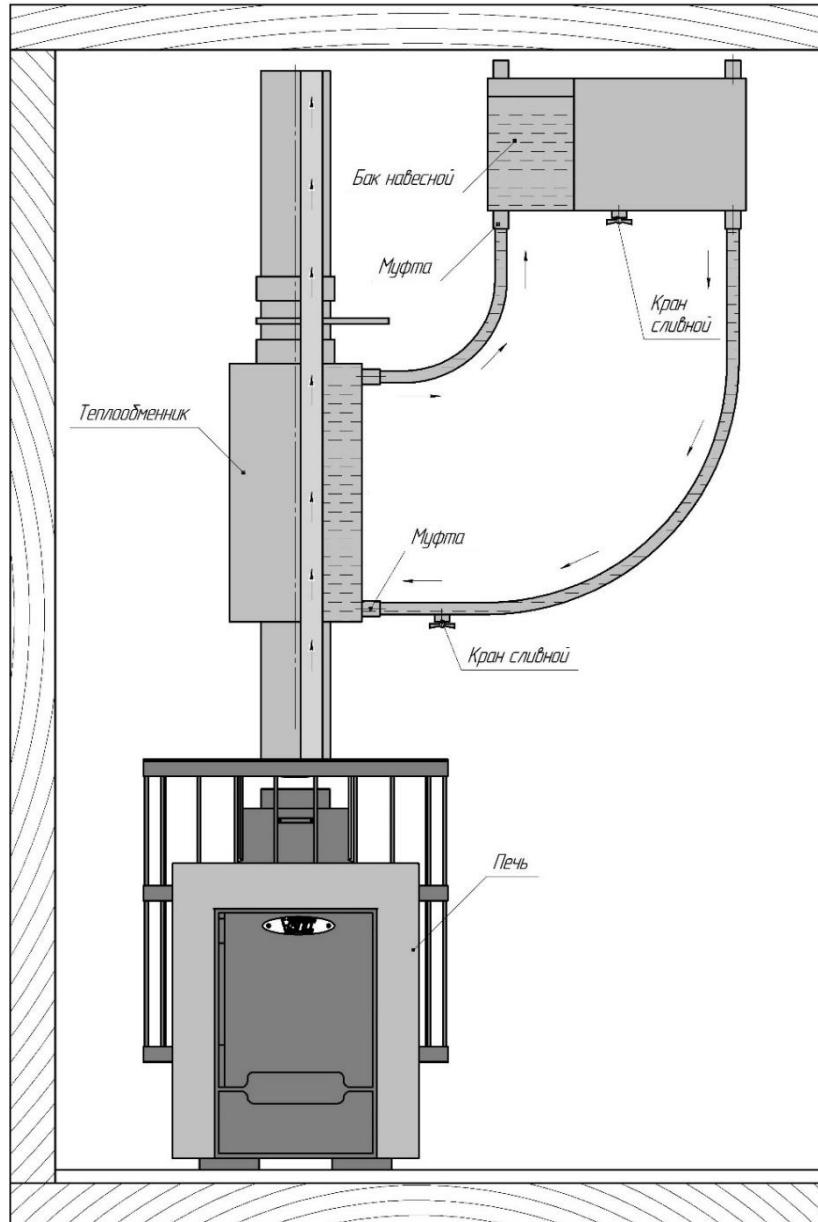

Рисунок 3: Вид спереди: подключение бака для горячей воды к банной печи («ПИРАМИДА», «ПИРАМИДА Порта», «ПИРАМИДА Скала Порта»).
- на печь устанавливается теплообменник, который подсоединяется к выносному баку – это отдельно висящий бак, который может быть размещен, в любом удобном месте или помещении (рисунок 3).